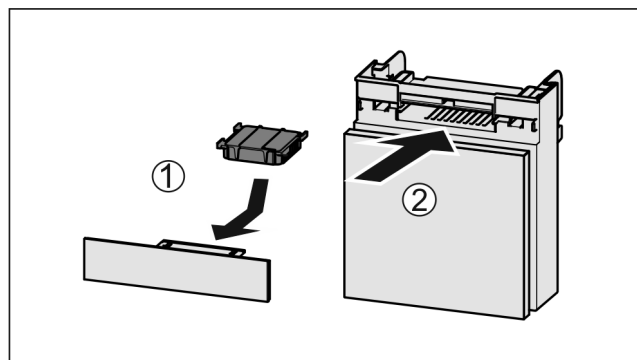

Fig. 144
- Insérer le filtre à charbon actif d'après le schéma Fig. 144 (1).
- Insérer le compartiment Fig. 144 (2).